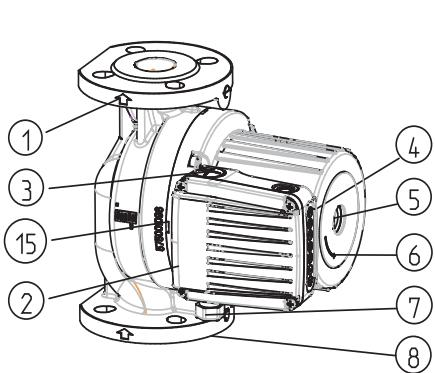

Abb.2
- Die Durchflussrichtung des Fördermediums muss mit dem Pfeil auf dem Pumpengehäuse übereinstimmen (Abb. 2 – Pos. 1).
- Anschlussflanschen sind NP 6/10 (Abb.2 – Pos.8)
- SCRF Pumpen verfügen über ein einfaches Hydraulikgehäuse (Abb.2 – Pos.8)
Das Hydraulikgehäuse der Pumpe darf nur bis zum Spalt zwischen dem Motor und dem Hydraulikgehäuse isoliert werden. Öffnungen zur Kondensatableitung aus dem Stotorraum müssen immer frei bleiben, dass gleiche gilt für den Einsatz der Pumpe in Heizsystemen, wenn eine Wärmeisolierung des Hydraulikgehäuses vorgenommen wird (Abb. 2, 3, Pos. 15). Das Elektromotorgehäuse, in dem sich Öffnungen zur Kondensatableitung befinden, darf nie isoliert werden!
Der Einspeiseleiter wird über die Einführung M20 (Abb.2 – Pos.7) angeschlossen.
liegt der Rotor im Wasser, in besonderen wassergeschmierten Lagern. Darum muss vor der Inbetriebnahme die Pumpe mit Wasser gefüllt und entlüftet werden. Zur Entlüftung der Pumpen wird die Schraube auf der Hinterseite des Elektromotors (Abb.2-Pos. 5) herausgeschraubt. Aus der Spalte zwischen der Motorwelle und dem Lager strömt Luft heraus. Wenn Wasser herauströpfst, schließen sie die Ventile auf der Ansaug- und Druckseite der Pumpe und starten sie die Pumpe. Die eingebaute Anzeige zeigt ein Drehen der Pumpenachse in die falsche Richtung mit mehrfachen Blinken des roten Lichtes an.
Jede Pumpe kann Bereiche von drei hydraulischen Charakteristiken abdecken. Um das zu erreichen, hat sie einen Elektromotor mit drei verschiedenen Drehzahlen eingebaut. Um gewünschte Charakteristik bzw. Geschwindigkeit auszuwählen, ① ② ③ hat die Pumpe einen Knopf ④ Knopf (Abb. 2, Pos. 4), mit dem man zwischen den Geschwindigkeiten wählt. Einstellung der Geschwindigkeiten bei Pumpentypen SCRF-SCRFD-SCRFED (auto) ⑤ ⑥ ⑦ ⑧ kann auf Knopfdruck ⑨ manuell bei der Geschwindigkeit ① ② ③ und automatisch ⑩ in ⑪ oder ⑫. In beiden Fällen funktioniert die Pumpe abhängig von dem Durchlauf bei den Geschwindigkeiten ② ③ automatisch. Bei dem Nachtregime ⑬ ist noch Mediumtemperatur berücksichtigt und wenn die Mediumtemperatur fällt, schaltet die Pumpe in die Geschwindigkeit ② Fall ( $> 10^\circ \text{C}$ ) oder Geschwindigkeit um ① Fall ( $> 20^\circ \text{C}$ ) ungeachtet auf Durchlauf. Wenn die Mediumtemperatur um  $> 20^\circ \text{C}$  steigt, ist wieder die Funktionsweise in Verbindung mit Durchlauf ermöglicht. Diese Funktionsweise ist für die Systeme mit Thermoventilen und Systeme geeignet, in denen die Systemtemperatur in der Nacht fällt.
Die Pumpe ausschalten, Ventile an der Druck- und Ansaugseite der Pumpe schließen, Entlüftungsschraube ausschrauben, einen Schraubenzieher (Abb. 2-Pos.5) in den Schlitz auf der Welle stecken und diese so lange drehen, biss kein Widerstand mehr fühlbar ist. Danach wieder die Entlüftungsschraube einschrauben.